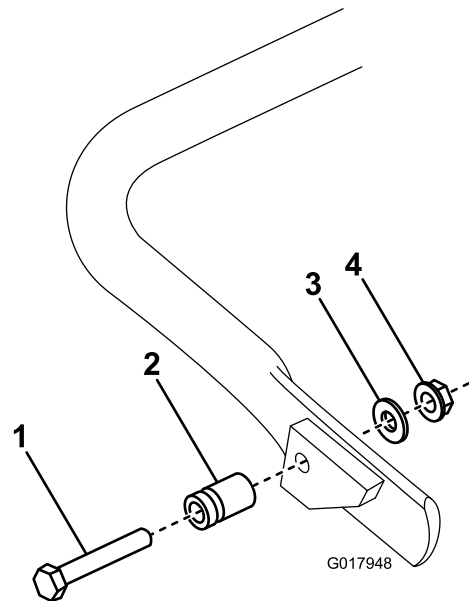

Bild 5
1. **Nur GR1600:** Befestigen Sie den Federbolzen mit der mitgelieferten Schraube, Scheibe und Bundkopfmutter an der rechten Seite des Ständers (Bild 5).